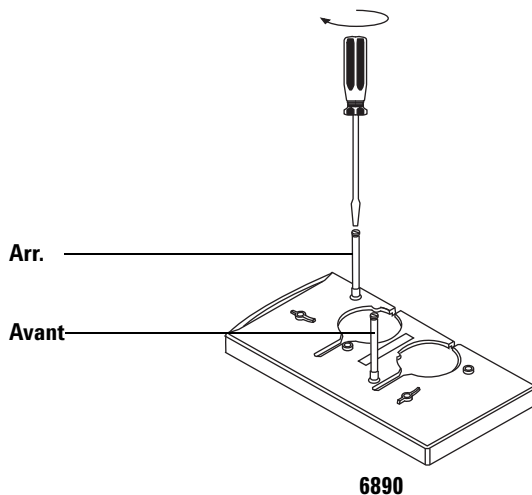

Figure 12 Installation des tiges de montage sur un CPG 6890
- **CPG série 6890.** Installez la tige de montage dans le cache-injecteurs à l'endroit de votre choix (avant ou arrière). La tige doit être entièrement enfoncée (voir Figure 12).